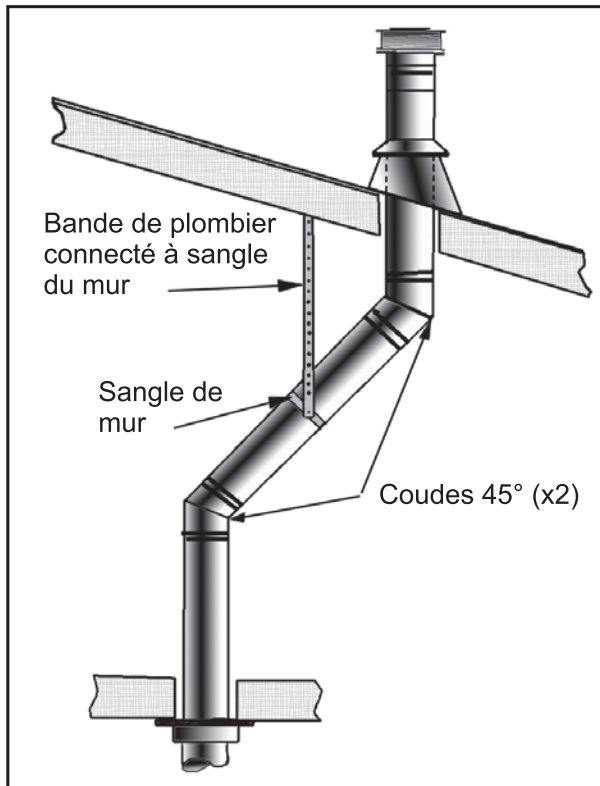

Figure 55: L'utilisation des sangles murales.
- Étape 8.** Ajoutez des sections de conduit jusqu'à ce que le bouchon du conduit réponde aux exigences minimales du code. Référez-vous à la Figure 55 et le Tableau 7. À noter que plus la pente du toit est forte, plus l'évent doit être haute. Dans des conditions de vent fort, s'il y a des arbres à proximité, deux toitures avoisinantes, des toits à pente forte, et d'autres facteurs similaires, il peut résulter un faible tirage. Augmenter la hauteur de l'évent peut résoudre le problème.
Tableau 5: 'H' minimum pour la Figure 55.